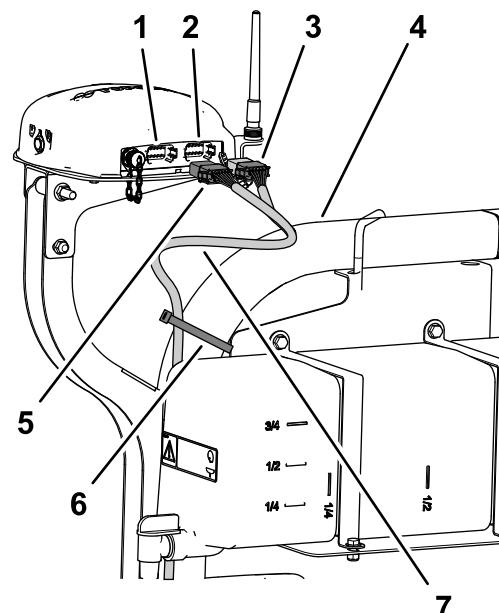

图199
7. 如 图199 所示用 2 条扎带将 390cm 数据线束支管固定到右 ROPS 管上。